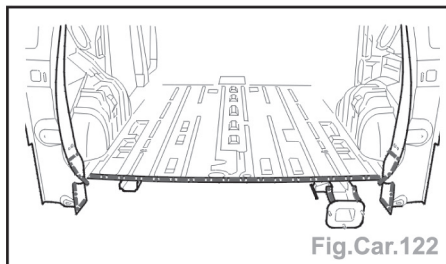

Fig.Car.122
- Préparer les bords d'accostage et protéger les bords par un apprêt soudable ainsi que sur la pièce neuve (Fig.Car.122).